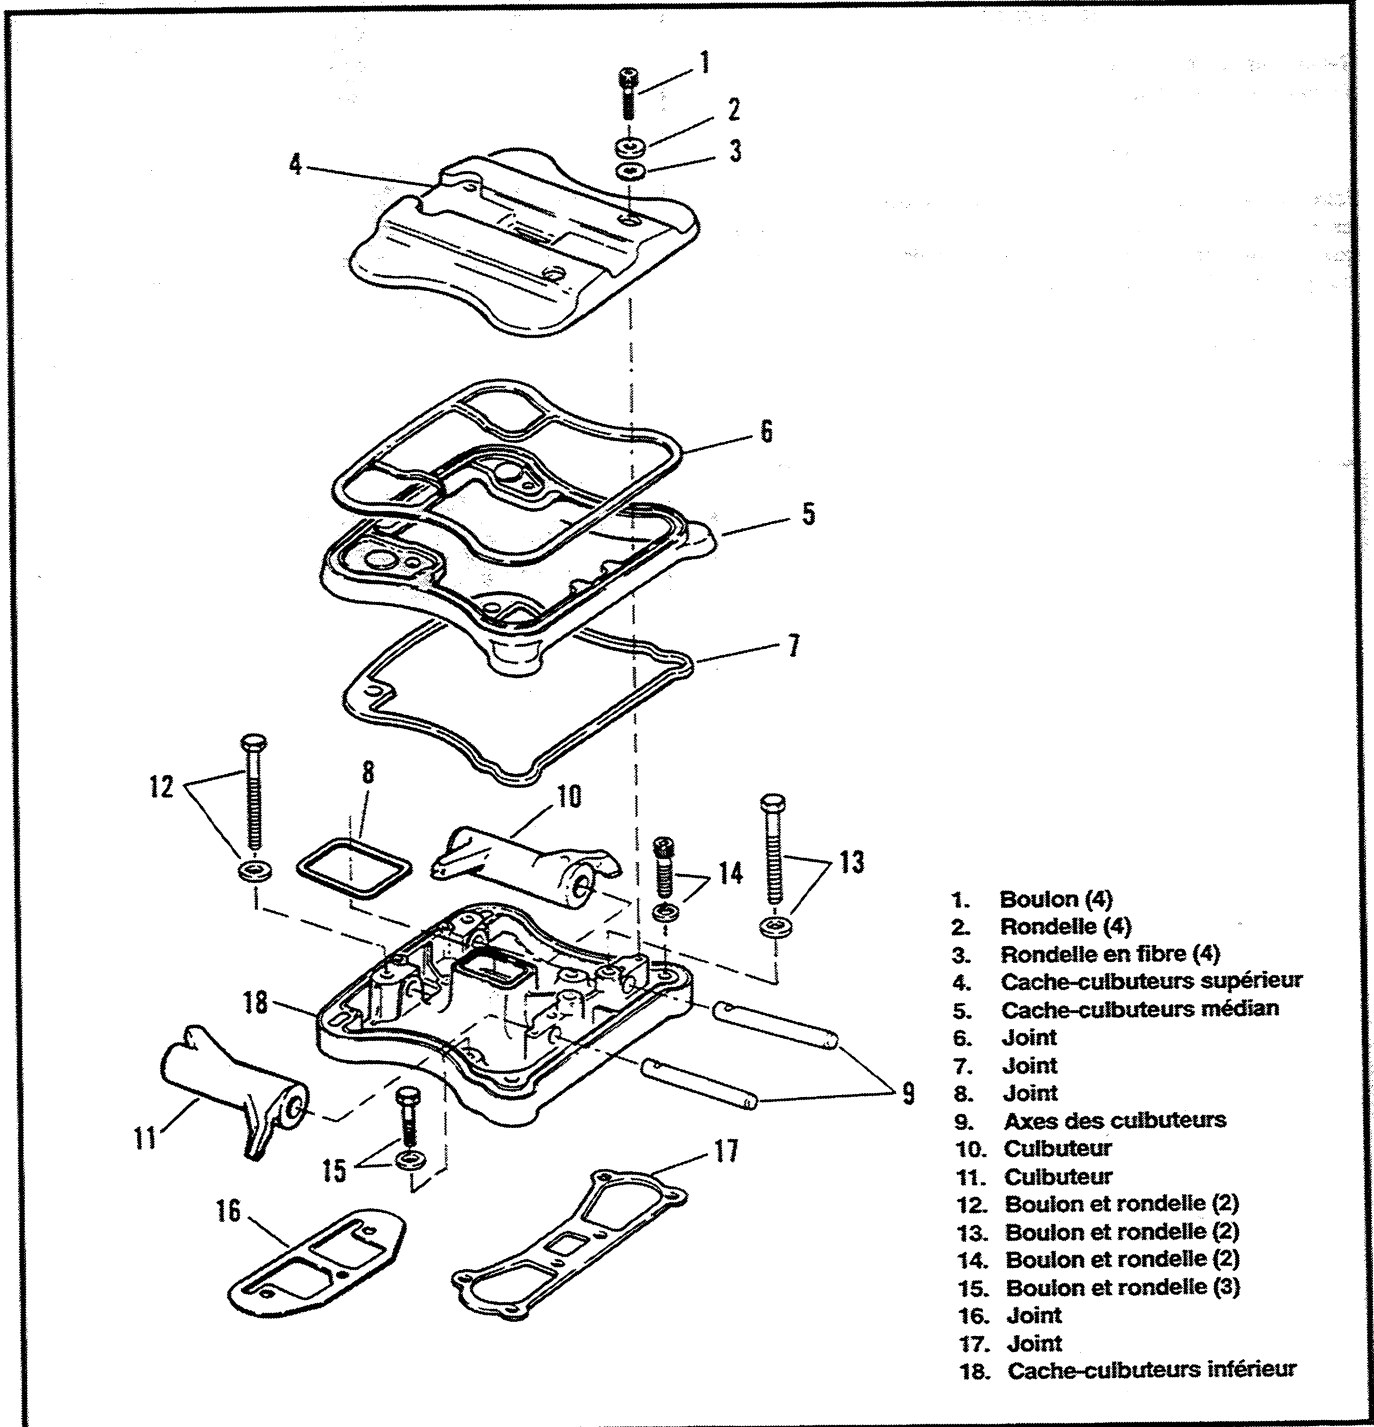

Figure 3-5. Cache-culbuteurs
1. Voir Figure 3-5. Retirez les quatre boulons (1), les rondelles (2) et les rondelles en fibre (3).
8. Voir Figure 3-5. Enlevez les culbuteurs (10 et 11) et repérez-les afin de pouvoir les remonter dans leur position d'origine.